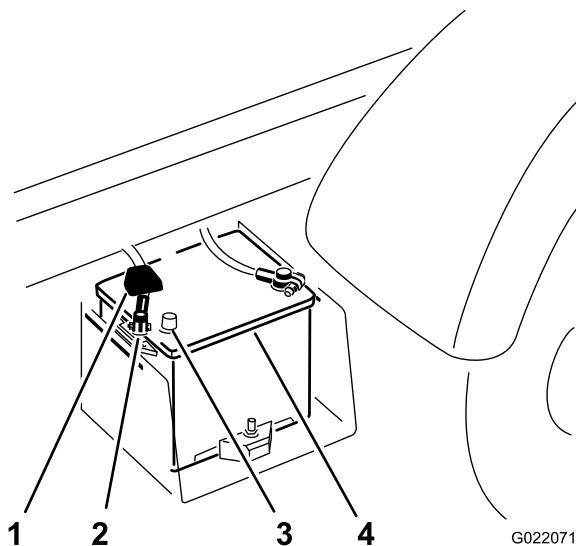

Figur 3
- A. Klem batteridekselet for å løsne tappene fra batteribasen (Figur 3).
- B. Fjern batteridekselet fra batteribasen (Figur 3).
2. Klem batteridekselet, innrett tappene til batteridekselet og løsne batteridekselet (Figur 3). Se Klargjøring for montering av sett.